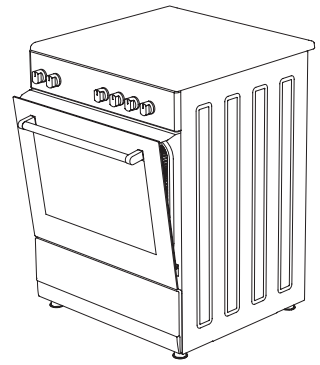

Abb. 31
4. Sichern Sie danach die Sicherheitsabdeckung zwischen Backofen und vorderer Abdeckung, indem Sie die Abdeckung vorsichtig schließen. (abbildung 31)